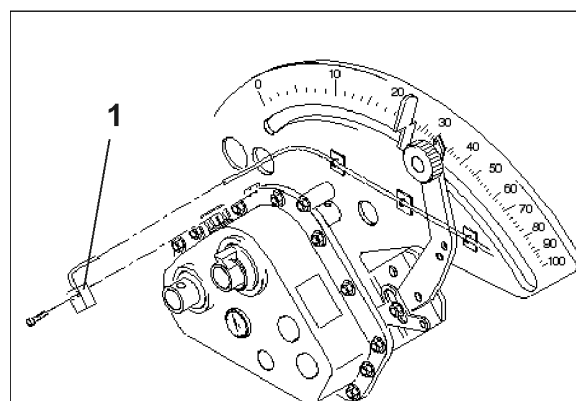

Fig. 8
1. Aparafuse o sensor (Fig. 8/1) na caixa de engrenagens Vario.